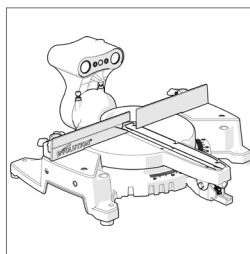

Fig. 1a
- La base y el cuello de bisel. (**Fig. 1a**)